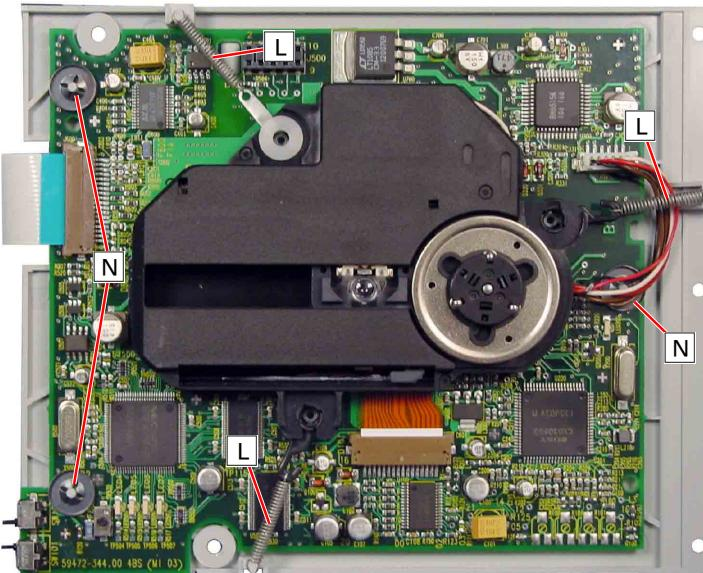

Fig. 9
**8. Pick-Up-Einheit ausbauen (Fig. 9)**
- 3 Federn **L** aushängen (Fig. 9) und Pick-Up-Einheit abnehmen.
- 3 Wellensicherungen **N** (Fig. 9) ausrasten und Leiterplatte abnehmen.
**8. Removing the Pick Up Unit (Fig. 9)**
- Unhinge 3 springs **L** (Fig. 9) and take off the Pick Up Unit.
- Unlock 3 Spindle Lock Washers **N** (Fig. 9) and remove the PCB